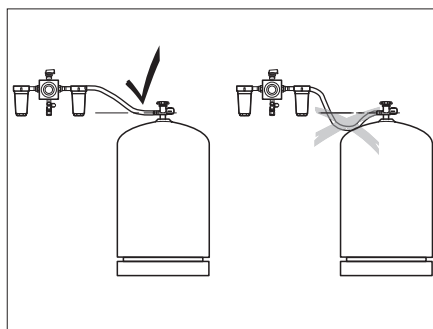

Fig. 83 Pose des flexibles de gaz
- ▶ Lors de la pose des flexibles de gaz, veiller à ce que les flexibles soient en montée continue (Fig. 83)!